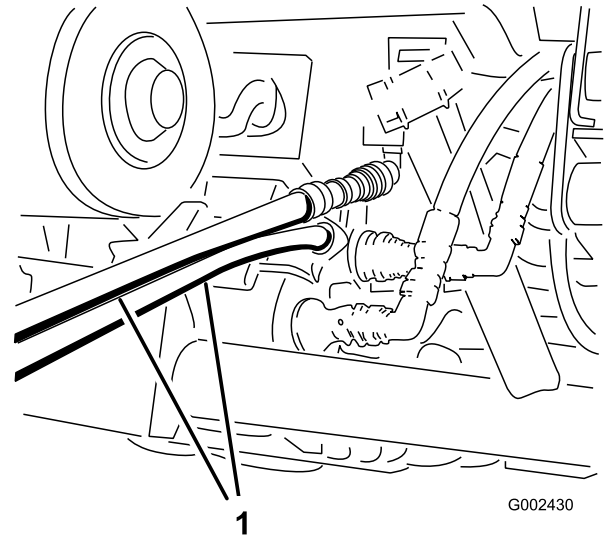

Figura 86
4. En el otro vehículo, conecte las 2 mangueras al acoplamiento que permanece todavía en el soporte de acoplamiento (conecte la manguera superior al acoplamiento superior y la manguera inferior al acoplamiento inferior), tal y como se muestra en la Figura 86.